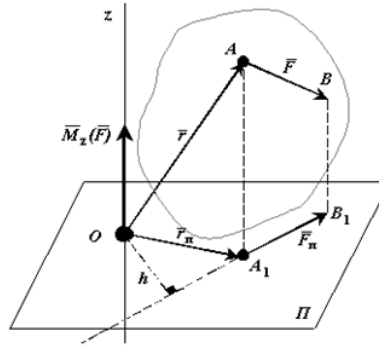

Рисунок 1 - Момент силы относительно оси
2. Момент силы относительно оси равен нулю, если линия действия силы пересекается с осью. В этом случае равно нулю плечо силы (рис.1)